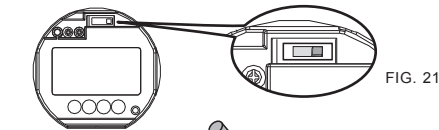

FIG. 21
4.2.1.2 Mode de fonctionnement Bus-C : Par défaut, l'interrupteur à glissière est positionné tel qu'indiqué ci-après (voir FIG. 21, mode bouton-poussoir). L'utilisateur peut modifier le mode Bus-C en suivant les étapes suivantes :
1 : Ouvrir l'opercule à l'aide d'un petit tournevis plat (voir FIG. 21).